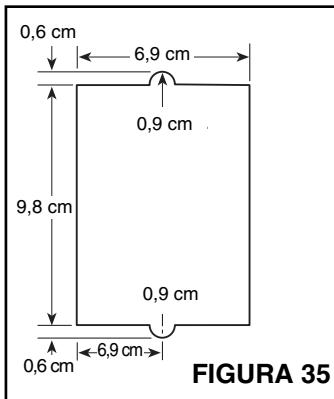

FIGURA 35
1. Haga un recorte conforme a las dimensiones en la Figura 35.